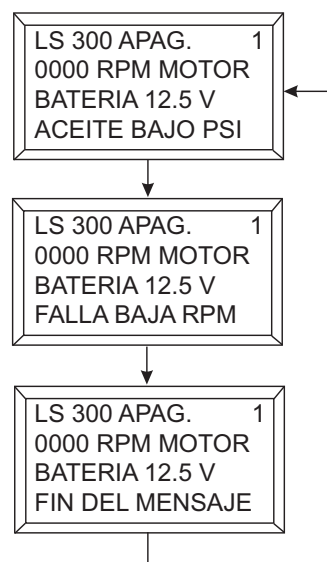

Figura 24. Pantalla principal (llave de contacto en ENCENDIDO)
6. Cuando la llave de contacto está en la posición **ENCENDIDO**, la **pantalla de lectura digital** (principal) ciclará por 3 pantallas según se muestra en la Figura 24.